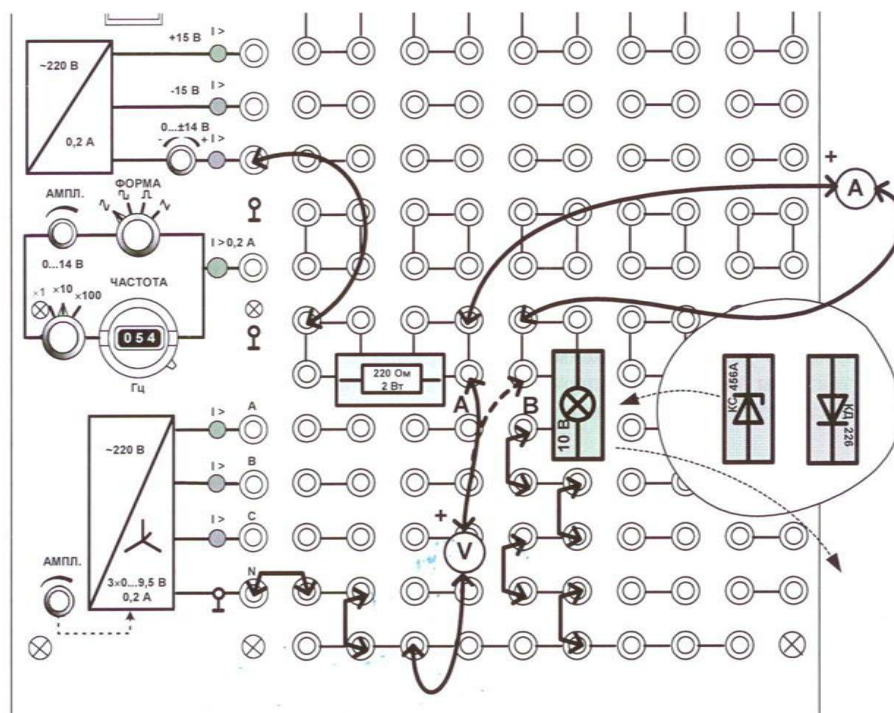

Рис. 6.2. Монтажная схема
5.1. Для снятия ВАХ лампы накаливания соберите цепь согласно принципиальной схеме 6.1.а, которая называется схемой измерения с погрешностью по напряжению и используется в случае, когда сопротивление испытуемого элемента велико по сравнению с сопротивлением амперметра. Монтажная схема изображена на рис. 6.2. Используйте регулируемый источник постоянного напряжения «0...14 В».
Обратите внимание, что вольтметр и амперметр в этой схеме своими положительными клеммами подключены к точке «А» (Рис. 6.2).
5.3. Замените лампу накаливания стабилитроном, соблюдая полярность, показанную на рис. 6.2, и снимите его ВАХ $i_2 = f_2(u)$, устанавливая либо напряжения, либо токи, указанные в табл. 6.2.
Для увеличения точности при положительных напряжениях и токах вольтметр должен быть подключён к точке «А», а при отрицательных – к точке «В» (Рис. 6.2).